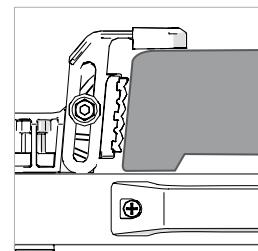

Fig. 19
Si votre scie NE dispose PAS d'une bordure parallèle qui avance sous la pince, alors il vous faut IMPÉRATIVEMENT installer la pince secondaire afin de sécuriser la base depuis le dessus. (**Fig. 19**)
- Placez la scie à tronçonner sur la table avec le bord de la base pour droitiers (D) de la machine posé contre les deux pinces fixes.
- Si nécessaire, ajustez les pinces secondaires afin que la scie soit encore mieux fixée. (**Fig.19**) Fixez ces dernières en place en utilisant la clé hexagonale fournie.